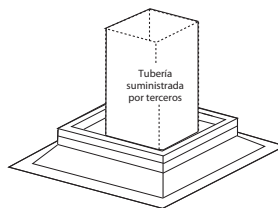

Figura 3: Instalación de los Conductos
- Aplique las buenas prácticas para la instalación de conductos, en conformidad con las pautas de la SMACNA y de la AMCA, NFPA 96 y los códigos locales. Los conductos deben extenderse lo suficientemente por encima de la línea del techo como para llegar hasta la unidad de suministro ya que estén instalados. Vea la Figura 3.